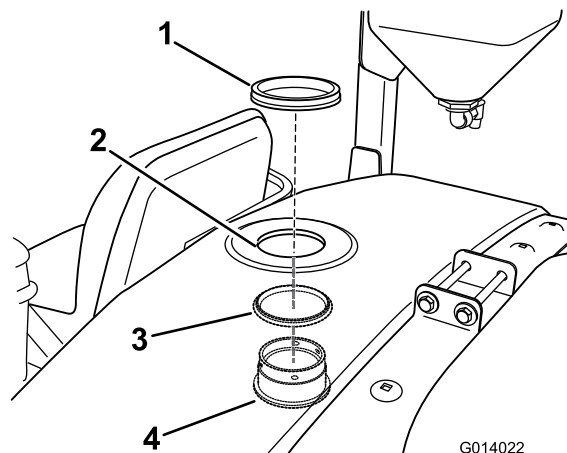

Figura 21
2. Instale o anteparo e anel de retenção a partir do interior do depósito através da abertura cortada previamente (Figura 21).